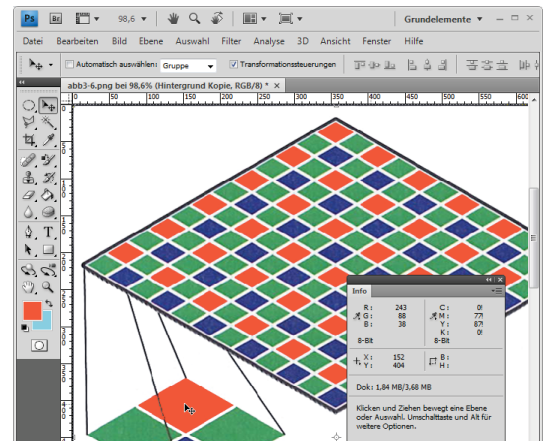

Abb. 13-32: Farbumfang-Warnung in der Infopalette
- In der **P INFO** (Abb. 13-32) werden die aktuellen Farbwerte eines Pixels an der aktuellen Position des Mauszeigers im RGB- und im CMYK-Modus angezeigt, unabhängig von der gerade aktiven Funktion. CMYK-Farbwerte außerhalb des Farbraums sind mit einem Ausrufungszeichen gekennzeichnet.
- Um dies zu verhindern, können die Farben während der Arbeit mit **M ANSICHT | FARBUMFANG-WARNUNG** kontrolliert werden. Hier im Beispiel Abbildung 13-32 haben die